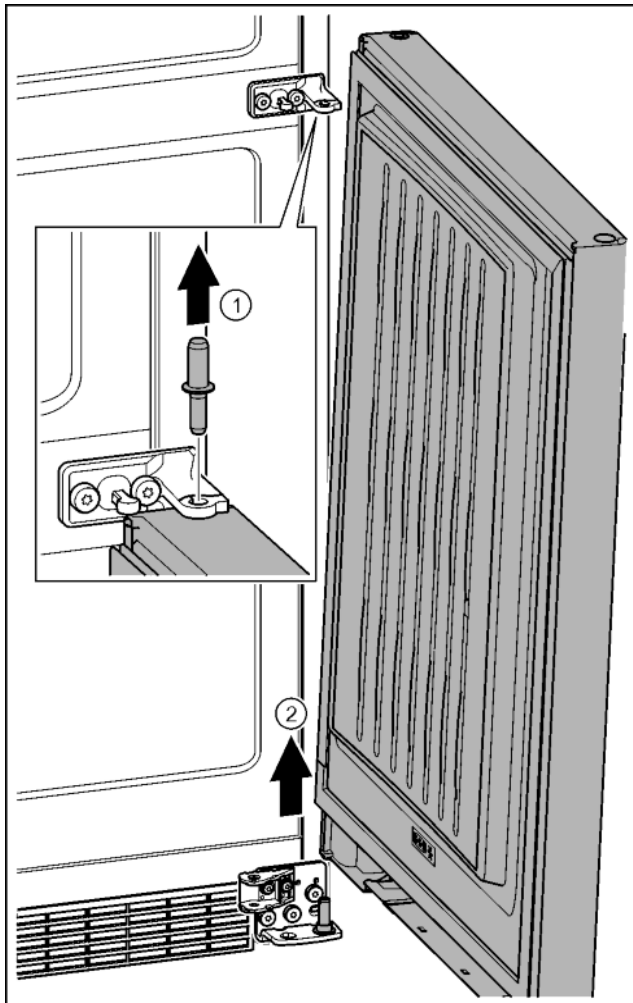

Fig. 22
- ▶ Čep vytáhněte nahoru. Fig. 22 (1)
- ▶ Dveře vysadíte, vytáhněte nahoru a odložte stranou. Fig. 22 (2)